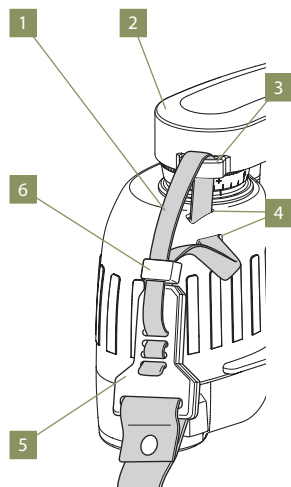

Abb. 8
5. Ziehen Sie den Tragegurt **1** aus der Öffnung **4** an der Unterseite des Fernglases (siehe Abb. 8).